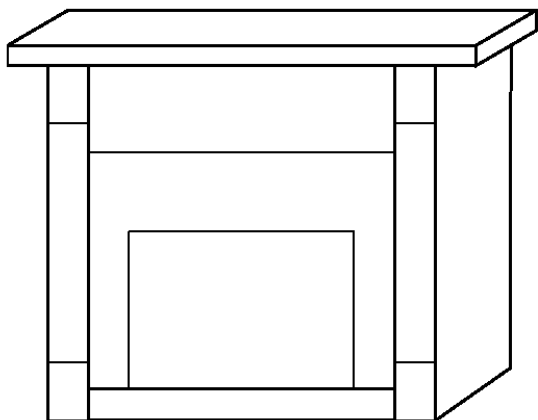

FIGURA 6
4. Empuje la chimenea para insertarla en su sitio, de modo que el marco quede apoyado contra la estructura de soporte del manto o contra la superficie de la pared (FIGURA 6).